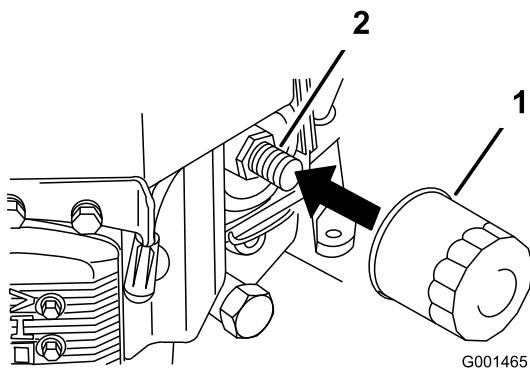

Figura 30
- Retire el filtro de aceite usado (Figura 30).
- Aplique una capa fina de aceite nuevo a la junta de goma del filtro nuevo (Figura 30).
- Instale el filtro de repuesto en el adaptador de filtro; gire el filtro en el sentido de las agujas del reloj hasta que la junta de goma entre en contacto con el adaptador del filtro, luego apriete el filtro tres cuartos de vuelta más (Figura 30).